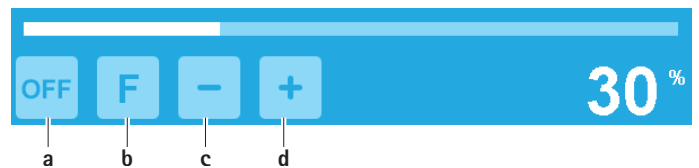

Рис. 7 Включение насоса подачи охлаждающей и промывающей жидкости/функции "Flush"
- ▶ Включение насоса подачи охлаждающей и промывающей жидкости: Нажать кнопку для включения насоса a, см. Рис. 7.
- ▶ Выключение насоса подачи охлаждающей и промывающей жидкости: Нажмите кнопку отключения насоса a, см. Рис. 7.